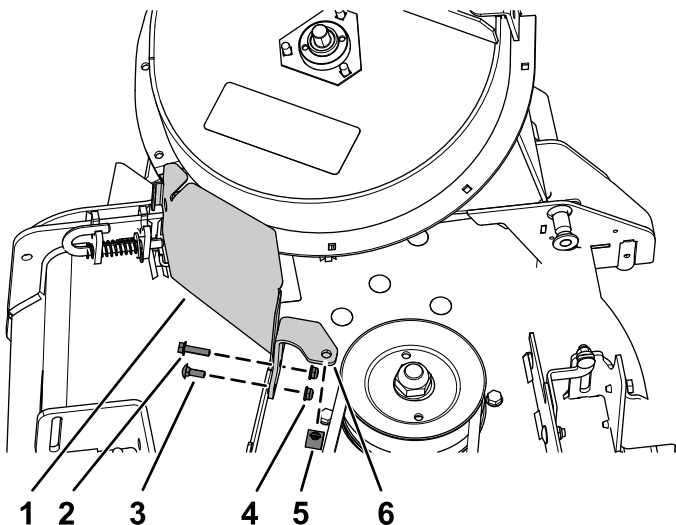

Bild 12
1. Fluchten Sie die Löcher der CE-Riemenscheiben-Schutzvorrichtung mit dem Loch in der vorderen Ablenblech-Halterung und dem äußeren Loch im vorderen Mähwerkflansch aus (Bild 12).
3. Befestigen Sie die CE-Riemenscheiben-Schutzvorrichtung und die Halterung der Riemenabdeckung mit der Sechskantschraube ($\frac{1}{4}$ " x 1") und einer Bundmutter ($\frac{1}{4}$ ") im äußeren Loch des vorderen Mähwerkflansches, wie in Bild 12 abgebildet.
4. Befestigen Sie die Riemenscheiben-Schutzvorrichtung mit einer Schlossschraube ($\frac{1}{4}$ " x $\frac{3}{4}$ ") und einer Bundmutter ($\frac{1}{4}$ ") im inneren Loch des vorderen Mähwerkflansches, wie in Bild 12 abgebildet.
5. Fluchten Sie die Klippmutter mit dem Loch oben in der Halterung der CE-Riemenabdeckung aus und drücken Sie die Klippmutter auf die Halterung (Bild 12).
2. Fluchten Sie die Halterung der CE-Riemenabdeckung mit den Löchern an der Rückseite des vorderen Mähwerkflansches aus (Bild 12).